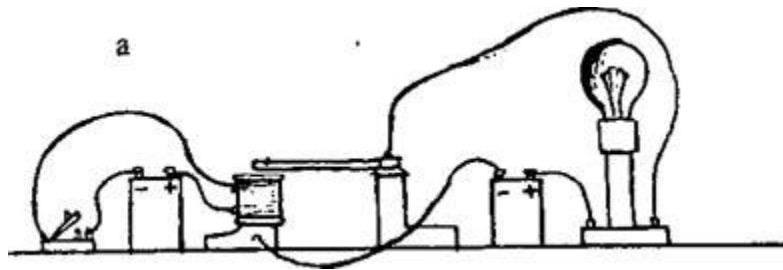

Рис. 1 Действующая модель реле.
С помощью установки, изображенной на рис. 1, выясняют принцип действия реле, контакты которого работают на замыкание цепи. Основная часть реле - электромагнит с сердечником П-образной формы, стальной пластинки (якоря), закрепленной на одном конце, и контактов, выполняющих роль выключателя другой электрической цепи (управляемой) со своим источником тока. Схема реле (рис. 1 имеет две электрические цепи: цепь управления (1) и исполнительную или управляемую цепь (2). Первая состоит из электромагнита, источника тока и выключателя, вторая - из источника тока, лампы накаливания, замыкающих контактов реле.